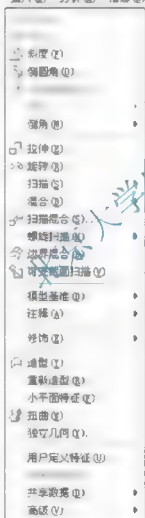

图 8.2 【插入】菜单
(1) 可以使用【插入】菜单(图 8.2)中的下列选项来创建曲面特征。